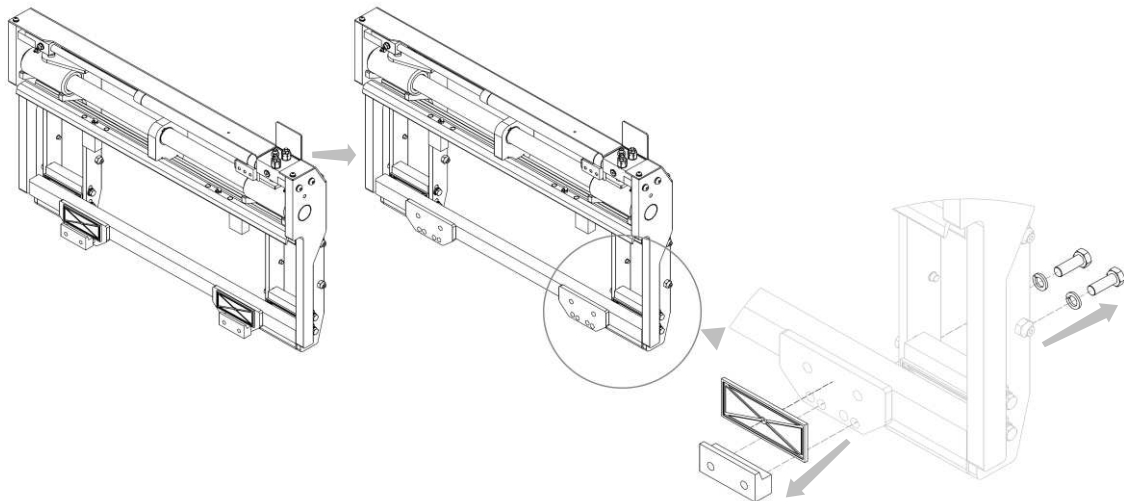

Figura 22
3. Rimuovere i ganci inferiori dalla struttura (vedi *Figura 22*).